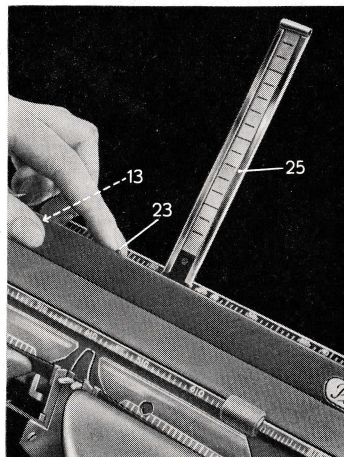

Abb. 5
Vor dem Einführen des Papiers schiebt man zunächst die Papieranlage (13) in die äußerste linke Endstellung. Die Papierstütze (25) wird durch einen leichten Druck auf den Auslösehebel (23) freigegeben und schnell automatisch in die senkrechte Stellung (Abb. 5).